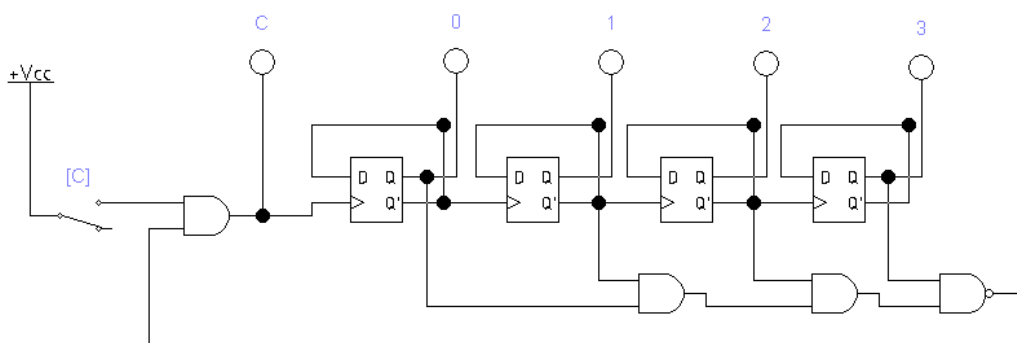

Fig. 5. Schema electrică a contorului binar – zecimal.
3.1. Construiți schema contorului binar-zecimal de ordinul patru cu numărare directă prezentată în Fig. 5. Pentru această schemă modulul $M = 1001_2$.
3.4. Explicați, folosind schema din Fig. 5, de ce, după executarea stării „9” sau $Q_3Q_2Q_1Q_0 = 1001_2$, contorul nu mai funcționează.